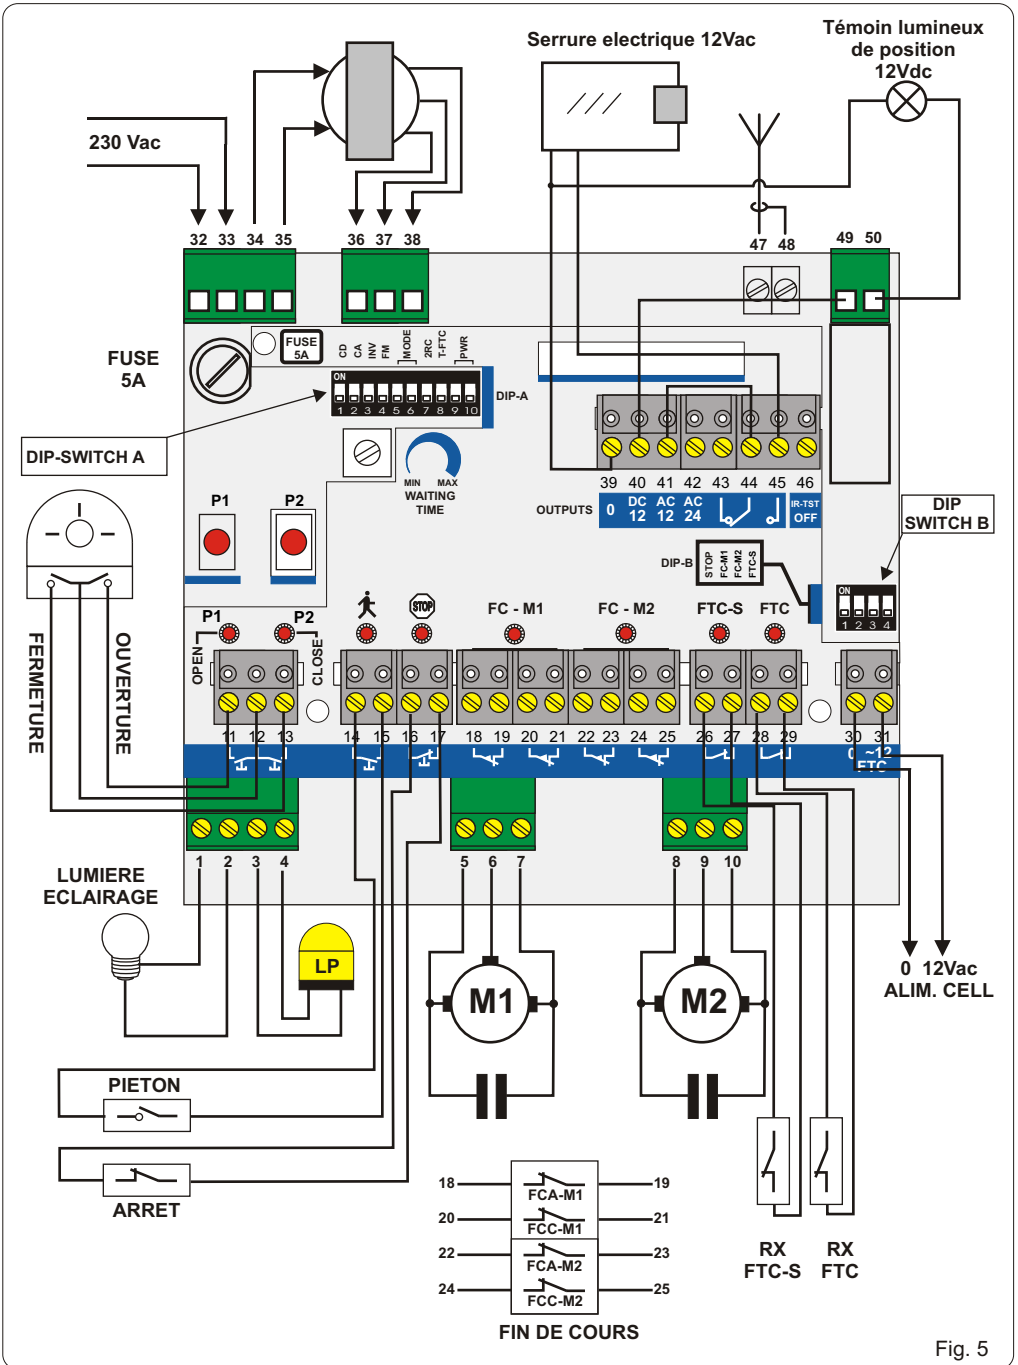

Fig. 5
- 7) Effectuez le câblage en vous référant au diagramme de la figure 5 et du tableau 2.